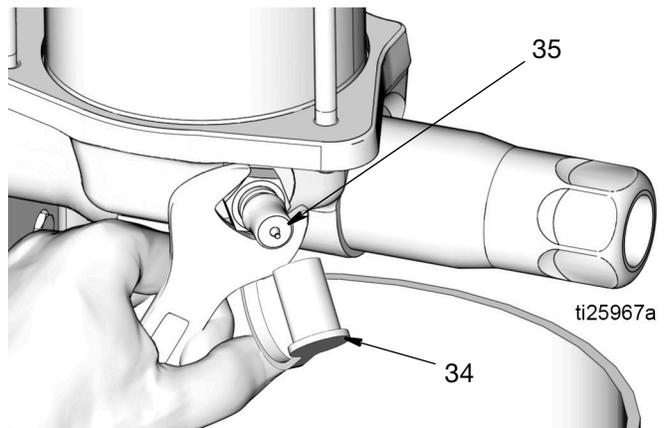

FIG. 12
7. Retire el tapón de llenado (34). Utilice una llave para aflojar y retirar con cuidado el espárrago de llenado (35) (FIG. 12).